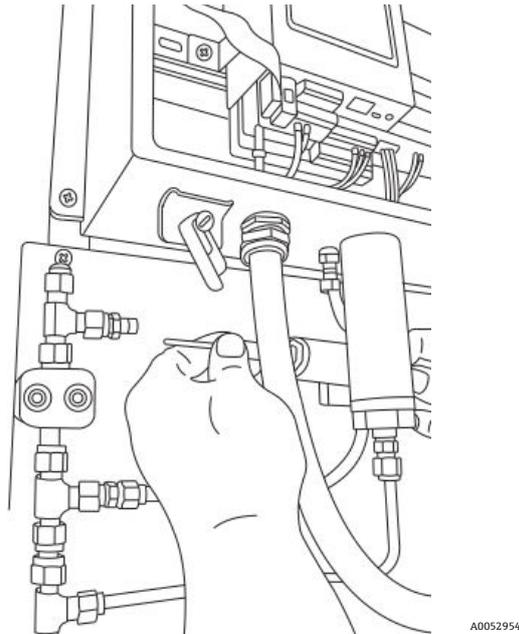

Abbildung 88. Sonde aus T-Stück entfernen (Analysetafelseite)
- Halterung der Kabelführung drehen, sodass sie sich parallel zur Analyse befindet, und vorsichtig die Sonde aus dem T-Stück lösen (Analysetafelseite). Siehe Abbildung 88.